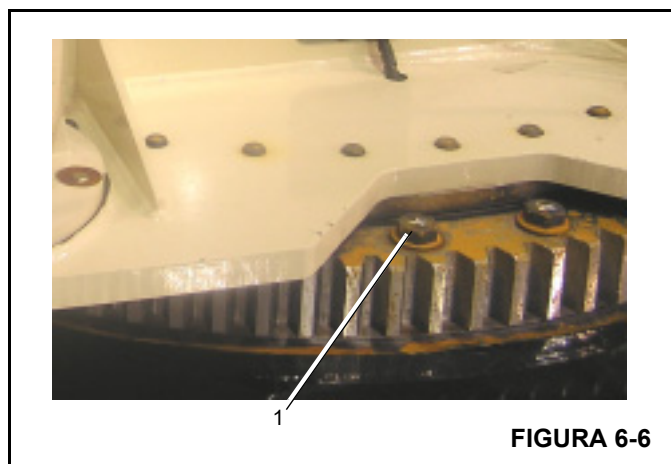

FIGURA 6-6
Os parafusos da pista externa (1) estão localizados na parte superior do rolamento (Figura 6-6).